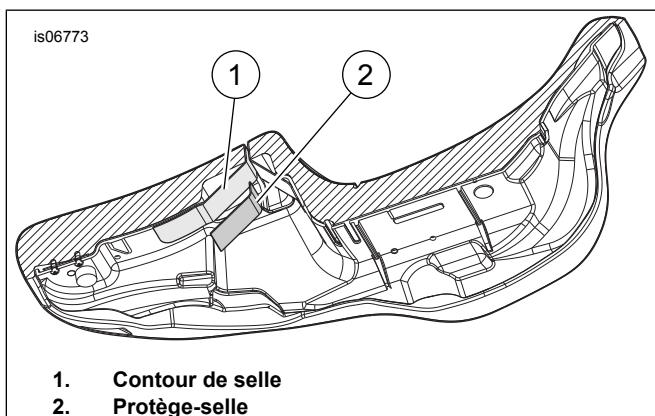

Figure 12. Dessous de siège
13. Voir Figure 12. Marquez les contours de la surface couverte par le protège-siège (2) et modelez délicatement ce dernier pour mieux l'ajuster aux contours du siège (1).